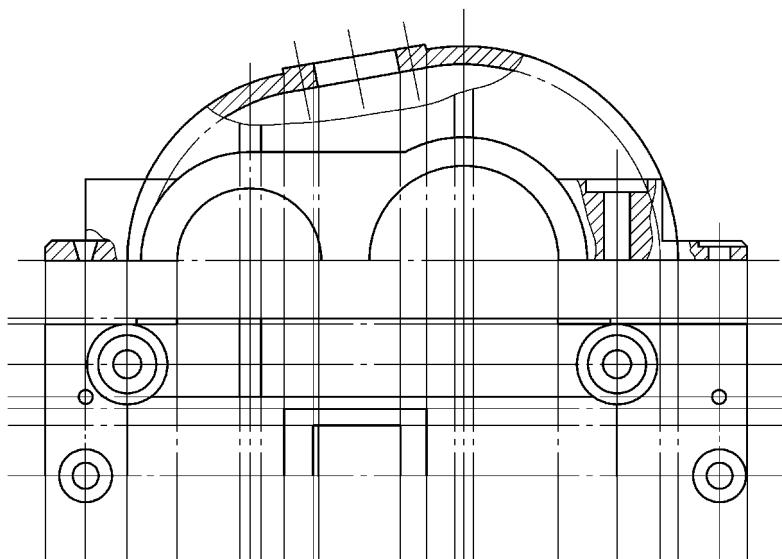

图 11-66 绘制俯视图轮廓线
15) 切换至粗实线层，按尺寸绘制图形，如图 11-66 所示。